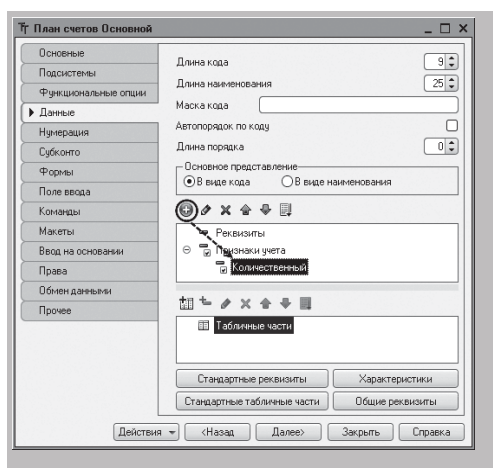

Рисунок 23.5 - Создание реквизита плана счетов в группе «Признаки учета»
- Материалы (10),
- РасчетыСПоставщиками (60),
- Дебиторская задолженность (62),
- Капитал (90),
- Производство (20).
2.2 Добавим новый объект конфигурации **План счетов**. Присвоим ему имя – **Основной**. Свойство **Представление списка** зададим как **Основной план счетов**. На закладке **Подсистемы** укажем, что план счетов будет отображаться в подсистеме **Бухгалтерский учет**. На закладке **Данные** выделим группу реквизитов **Признаки учета** и, нажав кнопку **Добавить**, создадим признак учета **Количественный** (рисунок 23.5).